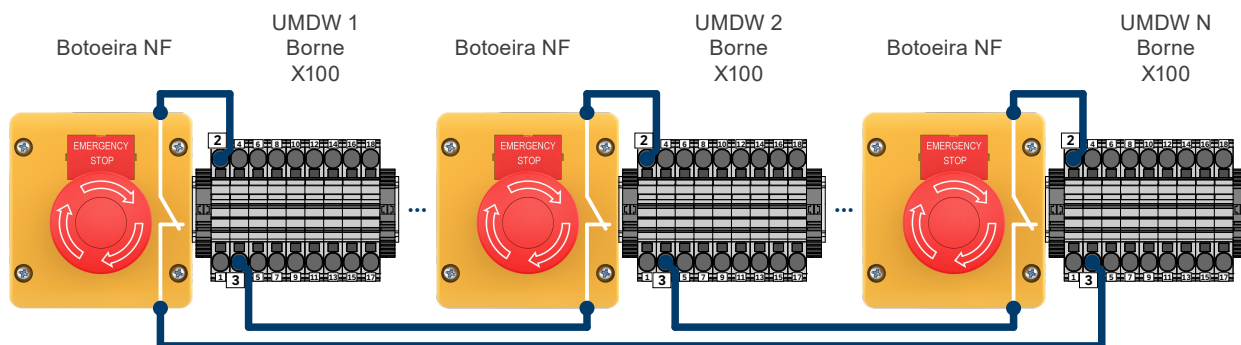

Figura 5.12: Ligação botão de emergência em sistema em paralelo
Em sistemas com racks em paralelismo, a conexão do botão de emergência normalmente fechado (NF) deve ser feita no borne X100, pinos 2 e 3 de cada rack. Para isso, é necessário remover o jumper entre os pinos 2 e 3 de todos os racks e conectar o botão NF em paralelo a todos esses pontos, garantindo que o sinal de emergência seja corretamente interpretado por todos os racks do sistema. A ligação deve seguir as mesmas orientações descritas para botoeiras individuais e está ilustrada na Figura 5.12 na página 5-10.